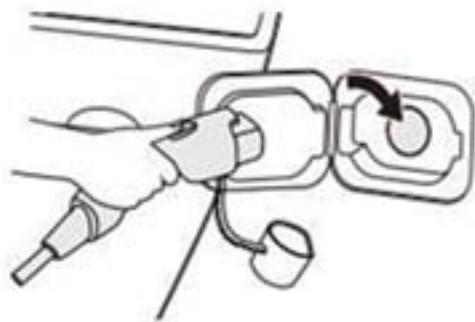

Abb. 3-4 Ladekabel zum Anschluss an ein Elektroauto
- ◆ Wie in Abb. 3-4 gezeigt, stecken Sie den Ladestecker ein, die Kontrollleuchte der Ladestation leuchtet grün und auf der rechten Seite der Ladestation befindet sich ein Schlüsselloch. Setzen Sie den Entriegelungsschlüssel ein und drehen Sie ihn um 45 Grad nach rechts, wie in Abb 3-5 gezeigt. Wenn die Ladeanzeige blinkt, bedeutet dies, dass der Ladevorgang eingeleitet wurde.